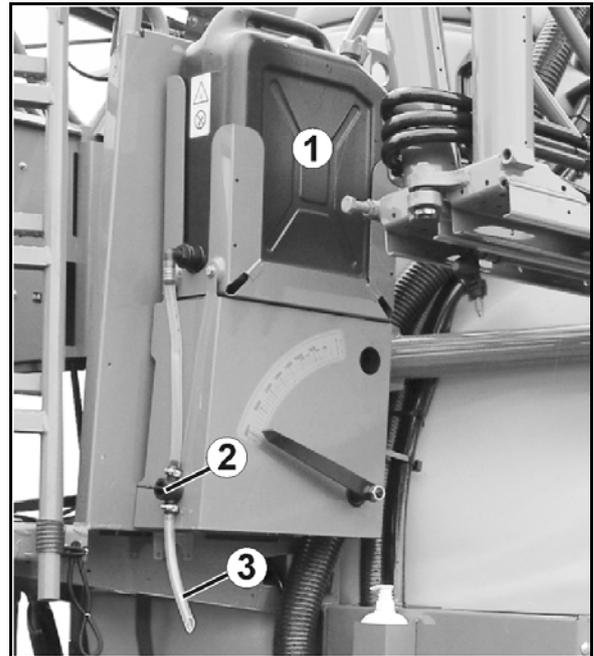

Fig. 67
- la tapa abatible cerrada se presiona hacia abajo (Fig. 67).